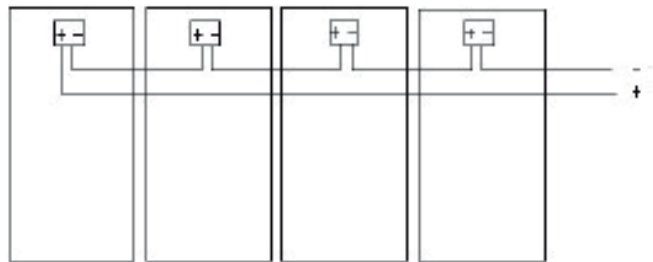

Fig.: 4.1 Branchement en série pour plus de tension V
La connexion série parvient à augmenter la tension (V) du système. Branchez le câble de la borne positive d'un module avec le câble de la borne négative du module suivant. (Fig. 4.1. Il montre la connexion en série de quatre modules)